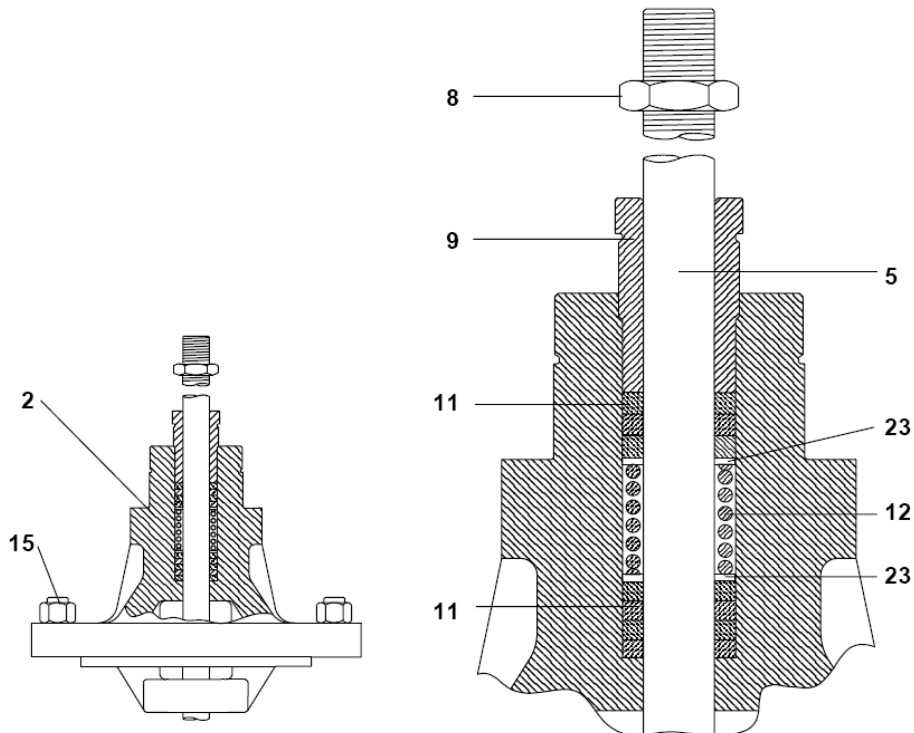

Fig. 4
- c) Dévisser l'écrou de blocage (8).
- d) Dévisser l'écrou bourrage (9). Dévisser les écrous de couvercle (15), ôter le couvercle (2). Attention de ne pas détériorer la tige.
- e) Enlever le bourrage (11), les rondelles (23) et le ressort (12) à l'aide d'un outil en équerre, en acier doux (laiton).
- f) Chercher tout signe de détérioration sur les pièces et les remplacer si nécessaire. Noter que les rayures ou les dépôts de tartre sur la tige de clapet (5) entraîneront à court terme une défaillance des joints. Nettoyer les pièces en prenant soin d'éviter de rayer la tige ou l'écrou du presse-étoupe. Remonter la tige de clapet et le clapet.
- g) Utiliser un nouveau joint (13) et remonter le couvercle (2). Serrer les écrous de couvercle (15) à la main.. Pousser sur le tige jusqu'à le clapet touche le siège et serrer les écrous (15) suivant le couple correct (tableau 1).
- h) Insérer les rondelles, le ressort et les nouveaux joints chevron en PTFE ou graphite dans la chambre du presse-étoupe (séquence : voir fig. 4).
- i) Remonter l'écrou de bourrage (9) et serrer à la main.
- j) S'assurer que la tige (5) se déplace librement.
- k) Remonter l'écrou de blocage (8).
#### 4.2.2. Remplacement de la tige (voir Fig.4, 5 et 6)
#### 4.2.3. Remplacement du clapet, la tige et les sièges d'une vanne mélangeuse (voir fig. 4 et 7)
#### 4.2.4. Remplacement du clapet, la tige et les sièges d'une vanne de dérivation (voir fig. 4, 5 et 7)